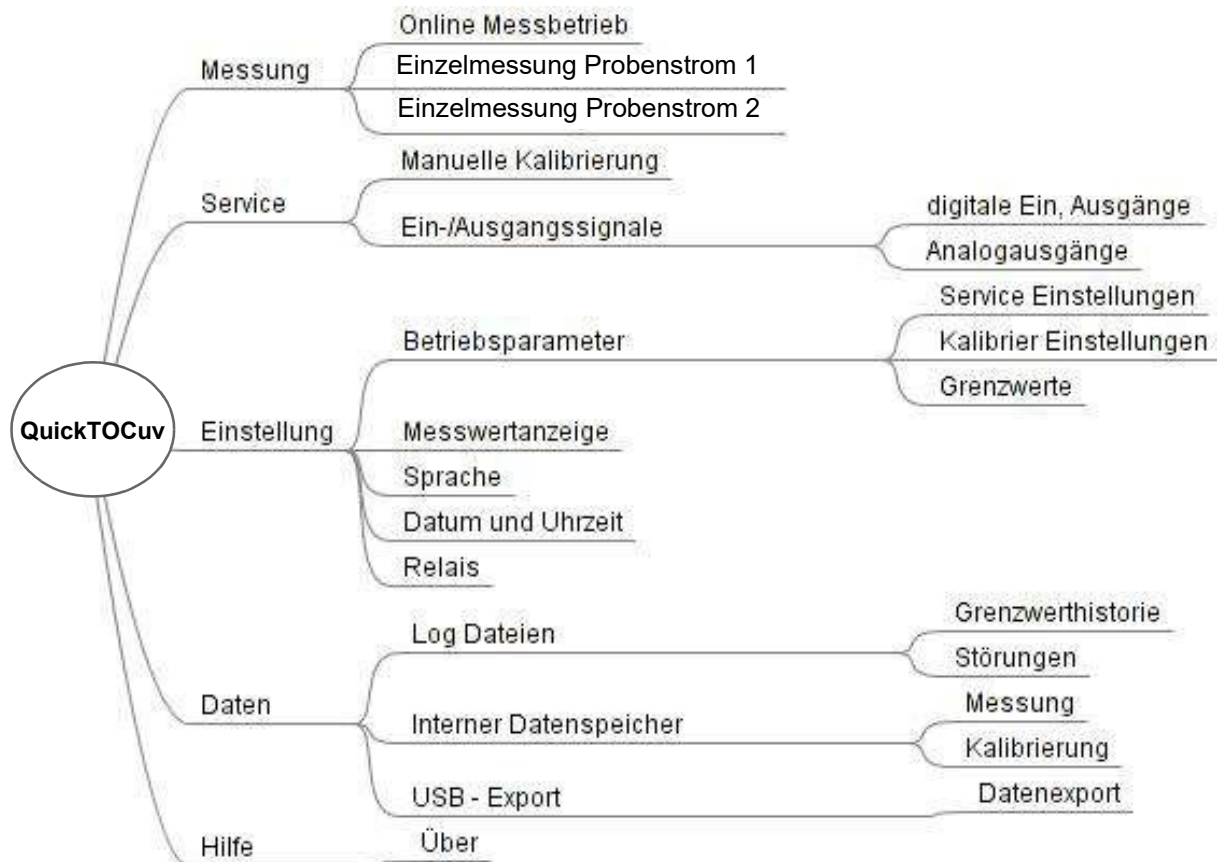

Abb. 26: Menüstruktur
- Das Menü besteht aus mehreren Ebenen. Die Menüstruktur wird in Abb. 26 auf Seite 52 dargestellt.